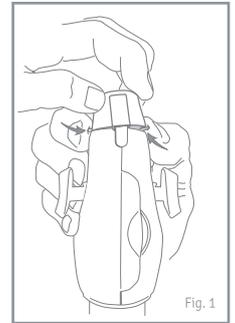

Fig. 1
- Desensamble la válvula, presionando las aletas de liberación de la tapa abajo, y con la otra mano saque la tapa. (Fig. 1)